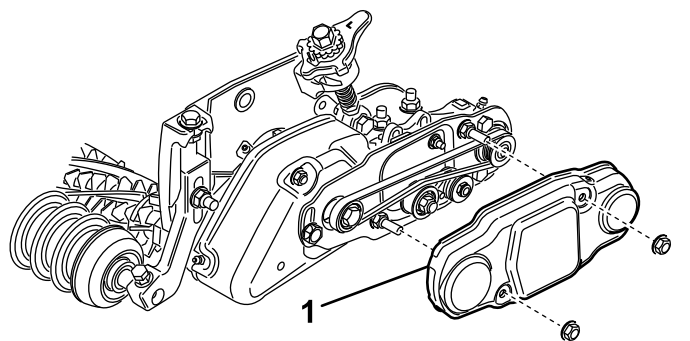

Figure 34
26. Glissez le protège-courroie sur les boulons de montage et fixez-le avec 2 écrous à embase (Figure 34).